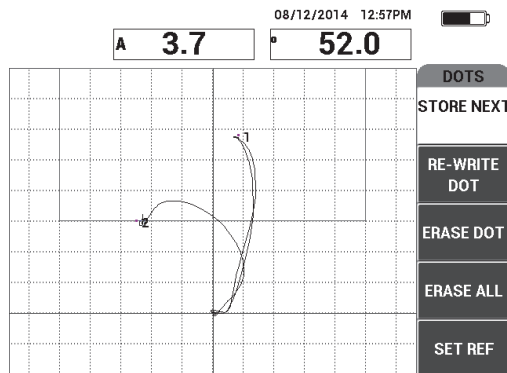

Figura 6-49 Il secondo punto registrato
7. Fare scorrere lentamente la sonda sul secondo punto con perdita di adesione ed in seguito premere **REGISTRA SUCC.** (tasto A) per registrare il secondo punto (vedere Figura 6-49 a pagina 173).